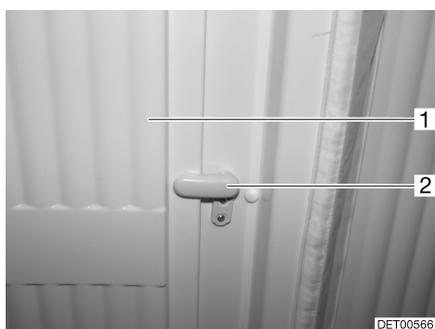

Fig. 86 Verrouillage, habillage du cabinet de toilette
- Placer le verrou (Fig. 86,2) à la verticale et déplier la partie intérieure (Fig. 86,1) de l'habillage du cabinet de toilette.
- Plier la partie intérieure (Fig. 86,1) de l'habillage du cabinet de toilette et placer le verrou (Fig. 86,2) à l'horizontale.